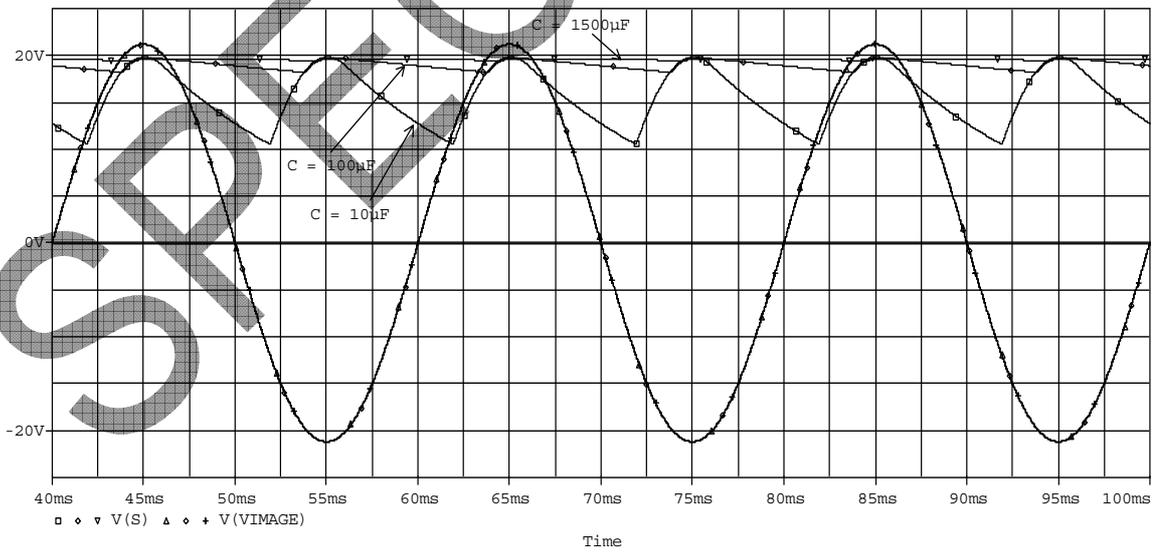

fig.6
- 2.3.2.2 Relever les chronogrammes de V_s et V_{image} et les comparer à ceux de la figure 6.